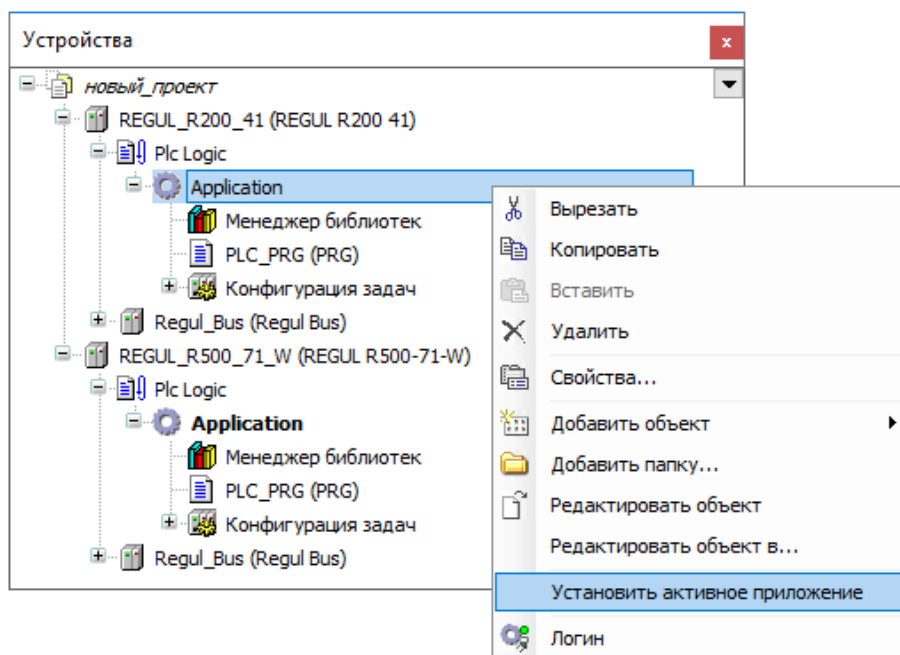

Рисунок 27. Установка активного приложения
- приложение, с которым вы собираетесь работать, должно иметь состояние *Активное приложение*. Это устанавливается через контекстное меню, активное приложение будет выделено полужирным шрифтом (Рисунок 27).